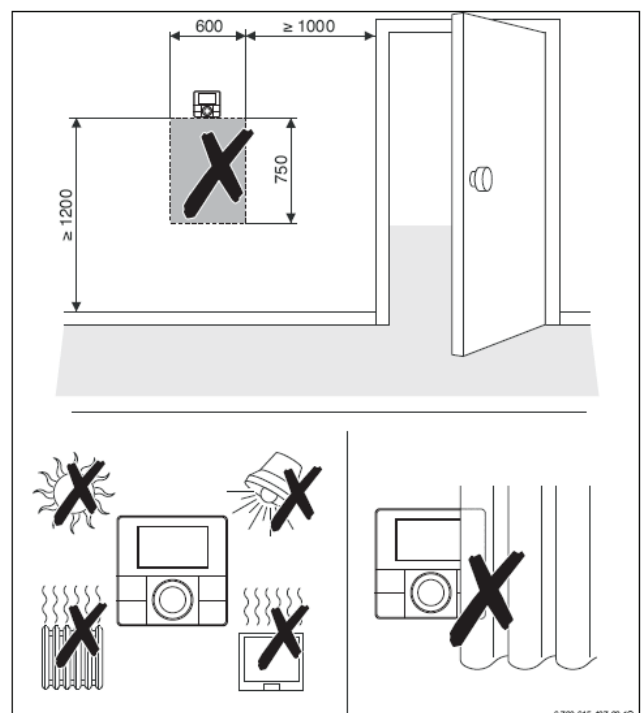

Рис. 73 Место расположения регулятора RC... в ведущем помещении (размеры в мм)
- Поэтому регуляторы необходимо устанавливать в ведущем помещении (→ Рис. 73).